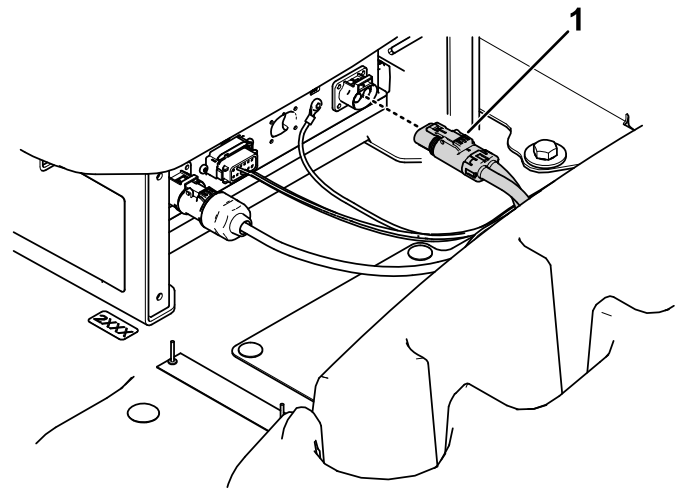

Figura 13
3. Remova o conector de alimentação CC do carregador (Figura 13).
2. Instale o conector de alimentação CC do carregador (Figura 13).